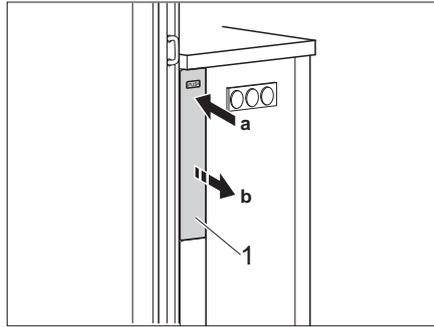

Bild 104 Verbreiterung lösen
- Auf die Blende (Bild 104,1) der Verbreiterung drücken. Die Verbreiterung wird gelöst.
- Verbreiterung (Bild 104,1) in den Küchenaufbau schieben, bis sie einrastet.